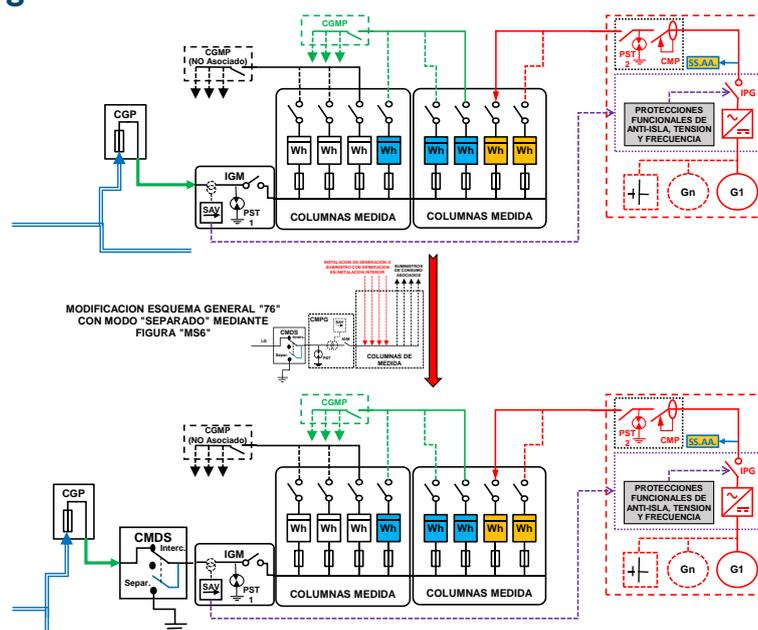

Figura 7. Modificación del esquema de conexión para funcionamiento “Separado”.
- Finalmente, si el autoconsumo se diseña con la posibilidad de funcionar en modo “**Separado**”, le corresponderá el mismo esquema de conexión para funcionamiento “**Dependiente**” (mismos elementos: SAV, envolventes y líneas), pero en la tabla del **Anexo 04: Tabla de Esquemas de Conexión para Autoconsumos BT** se indica concretamente como se debe modificar dicho esquema de conexión de acuerdo a las figuras indicadas en el **Anexo 05: Leyenda y figuras de instalaciones excepcionales** en las que se indica dónde y cómo instalar el CMS, tal como se indica a modo de ejemplo en la **Figura 7**: